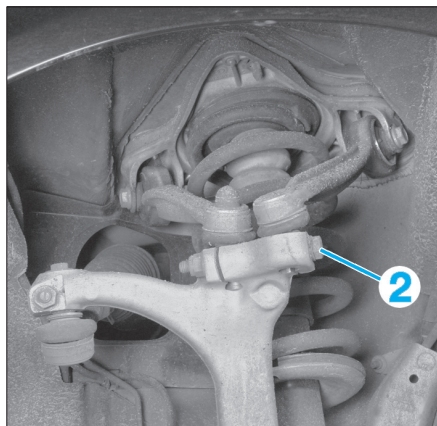

Fig. 3
- Déposer la vis (2) de fixation des bras supérieurs de suspension (Fig.3).